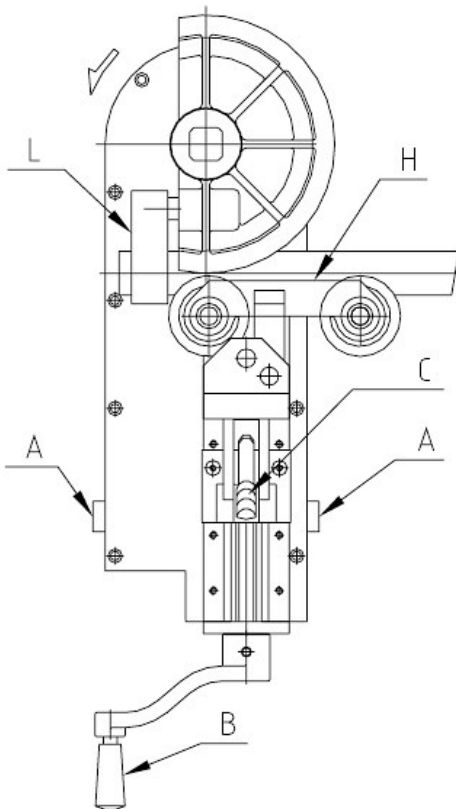

Abb. 26: Zustellen der kompletten Führungseinheit
Schritt 2: Wenn die Spezialführungseinheit mit den zwei Rollen einsatzbereit ist, bringen Sie diese bitte nah an das Rohr, ohne dabei irgendwelchen Druck anzuwenden (Abb. 26).